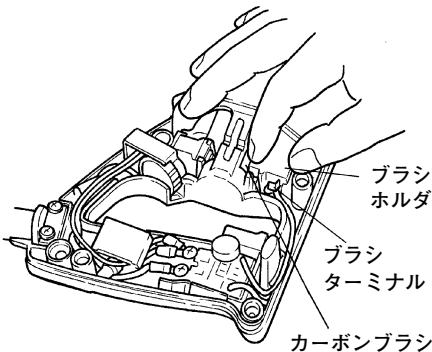

図 12
(2) ブラシホルダをドライバーの先などで持上げ、カーボンブラシを押さえながらブラシホルダをハウジングから取出します。（図 12）